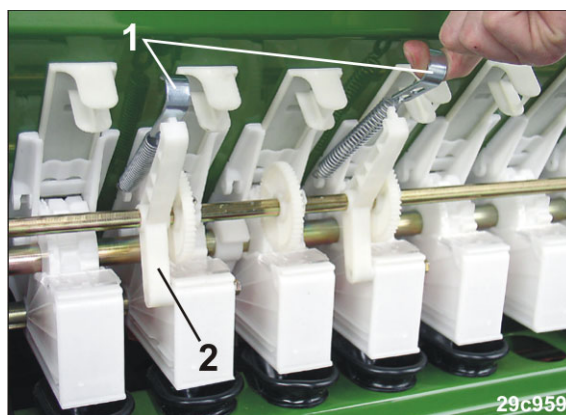

Fig. 239
2. Fjern trækfjedrene (Fig. 239/1) til forlagsakslejerne (Fig. 239/2).